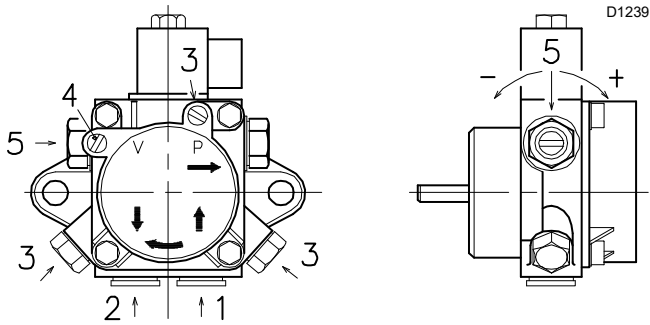

Fig. 21
Leyenda (Fig. 21)
- Para que la bomba pueda autocebarse, es indispensable aflojar uno de los tornillos 3)(Fig. 21) de la bomba para purgar el aire que pueda haber en el tubo de aspiración.